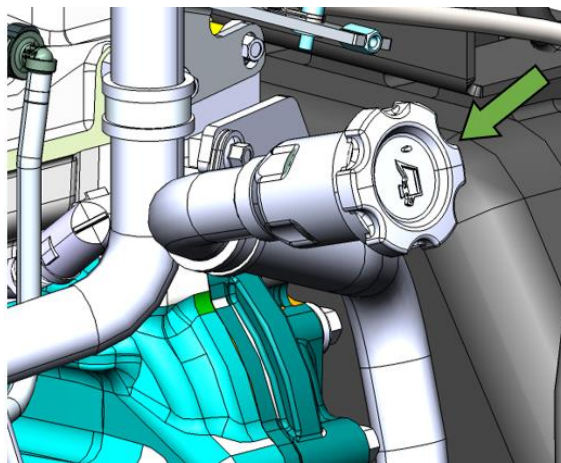

Рисунок 5.43. Крышка маслоналивной горловины
- Открыть крышку маслоналивной горловины (рис.5.43).
- ▶ Приоткрыть крышку маслоналивной горловины (крышку с горловины не снимать), рис. 5.43.